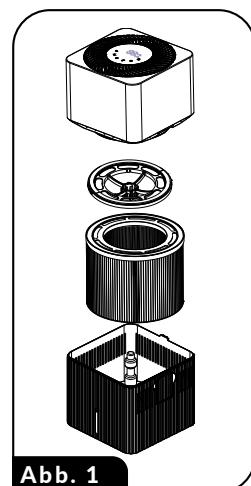

Abb. 1
4. Das Gehäuse (3) entfernen, den Blockadering des Schwimmers (4) herausnehmen und anschließend den Filter (6) entnehmen - (Abb. 1). Die Schutzfolie vom Filter abziehen (falls vorhanden) und diesen wieder in den Behälter zurück schieben (10). Den Ring des Schwimmers wieder anbringen und das Gehäuse über den Behälter schieben (3). Das Gehäuse (3) passt nur in der korrekten Position auf den Wasserbehälter (10).
5. Den Wasserbehälter (10) mit Wasser füllen.